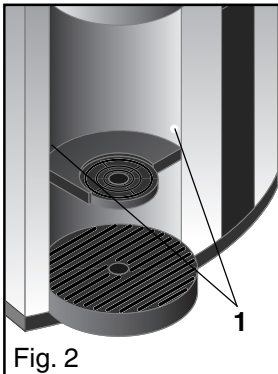

Fig. 2
- De rand van het koppenplateau (3) met een zachte, vochtige doek afnemen (fig. 2).
- De lekbak (4) uit de automaat nemen, het deksel (5) verwijderen (fig. 2).
- De lekbak (4) legen.
De lekbaksensor (6) met een doek afnemen (fig. 2, 3).
- Het lekrooster (3) en de lekbak (4) in heet water met reinigingsmiddel reinigen en afdrogen (fig. 2).
- De buitenkant van de automaat, het uitgiftegebied en de opening voor de sensor en de reflector (1) met een zachte, vochtige doek afnemen (fig. 2).